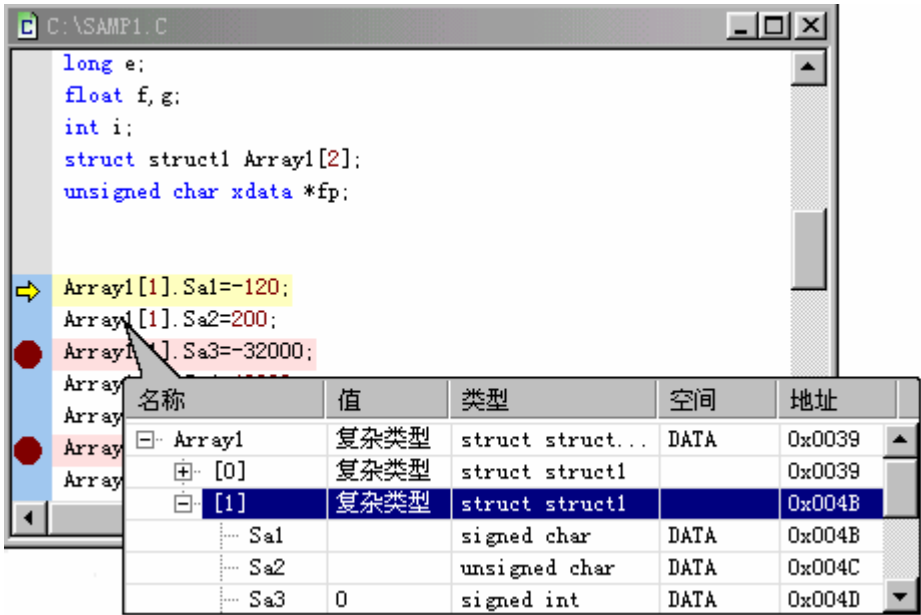

图 3-7
3) **文本窗口**：在窗体中部的主工作区，显示程序文本，如图 3-7。